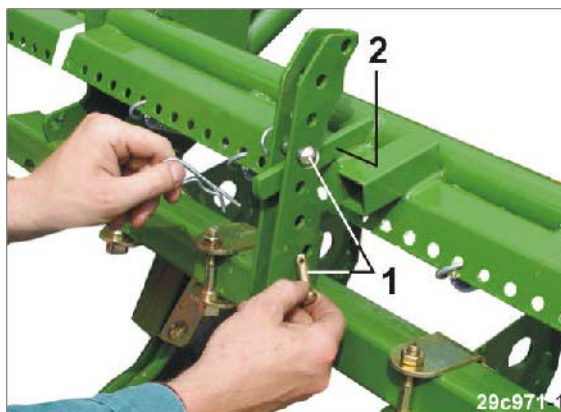

Fig. 127
3. Sett en bolt (Fig. 127/1) under og over spaken (Fig. 127/2) i justeringssegmentet og sikre med splinter.